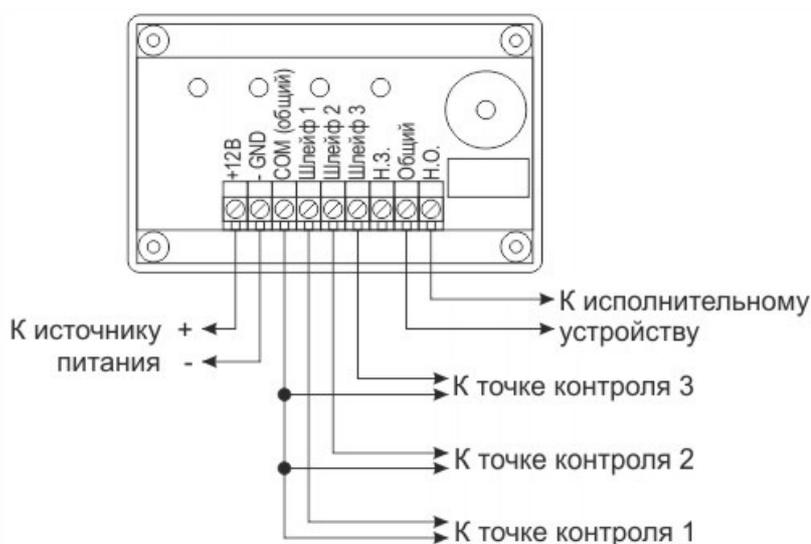

Рисунок 1 – Схема подключения датчика
4.1. Вскройте корпус устройства, подцепив острым предметом край крышки устройства. Разместите чувствительные элементы в местах возможного появления влаги. Соедините чувствительные элементы с преобразователем по схеме подключения, приведенной на рис.1.